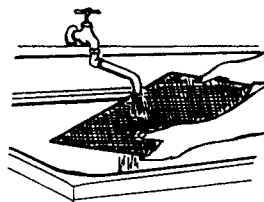

Fig. 6 Abb. 6 第6图
When you wash it, shake off moisture completely. Fig. 6.
2. Den Luftfilter auswaschen, jedoch kein Heißwasser von mehr als 40°C benutzen; ihn danach wieder einsetzen. Wenn Sie den Filter ausgewaschen haben, ist die daran noch haftende Feuchtigkeit abzuschütteln. Abb. 6.